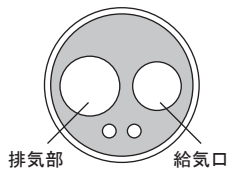

図7
- 3) ノズルチップを図7の給気口へ挿し込み、モータを押さえて、排気部よりオイルが出るまで2~3秒スプレーします。
- 2) 図7の給気口へタービン用オイルを1~2滴注油します。